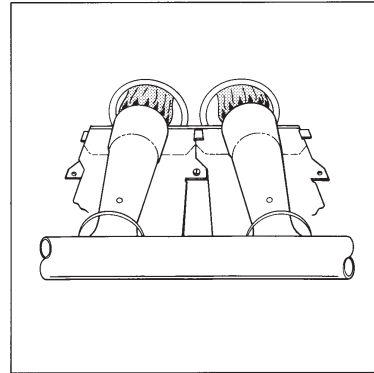

Fig. 4 - Réglage de la flamme des brûleurs
6. Bon réglage pour les flammes des brûleurs, voir Fig. 4 (comparé aux schémas à image ou dessins de la flamme des brûleurs principaux et, si applicable, de la veilleuse).